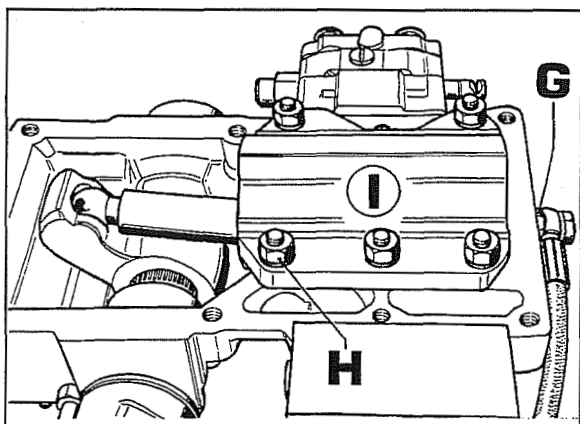

Fig. 30
- f. Retirar o carter levantador, colocando-o sobre um plano de trabalho como ilustrado na fig.30.
g. Desligar a ligação **G** fig.30, desatarraxar os parafusos **H** e retirar o cilindro **I**.